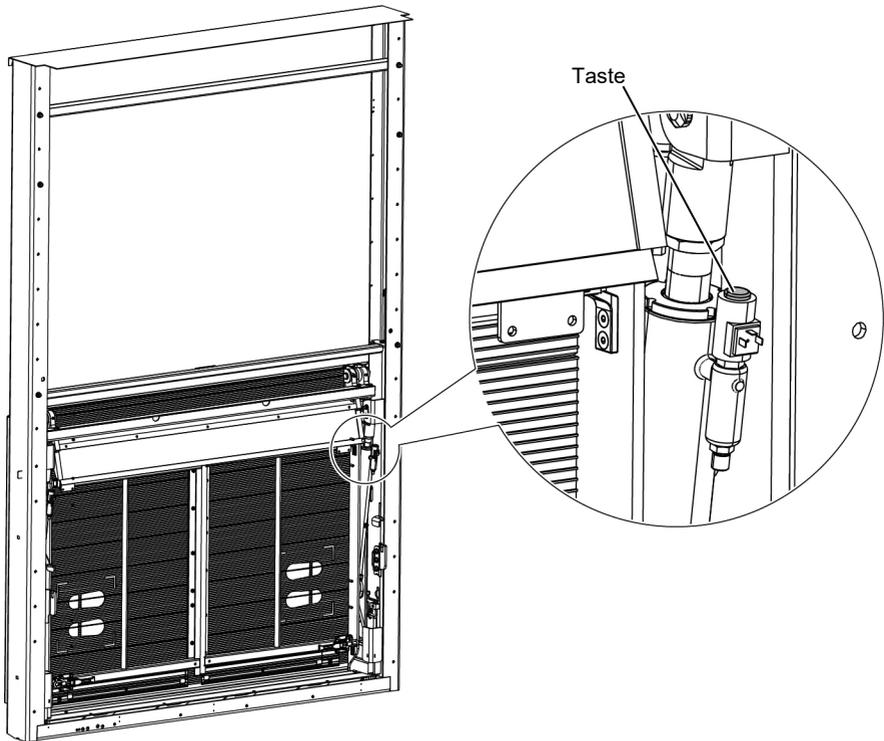

Abbildung 18: Notöffnung V 4000 SX
- ▶ Greifen Sie über die geschlossene Plattform des Außenliftes und betätigen Sie die Taste an einem der Hydraulikzylinder (siehe Abbildung 18, Seite 75).